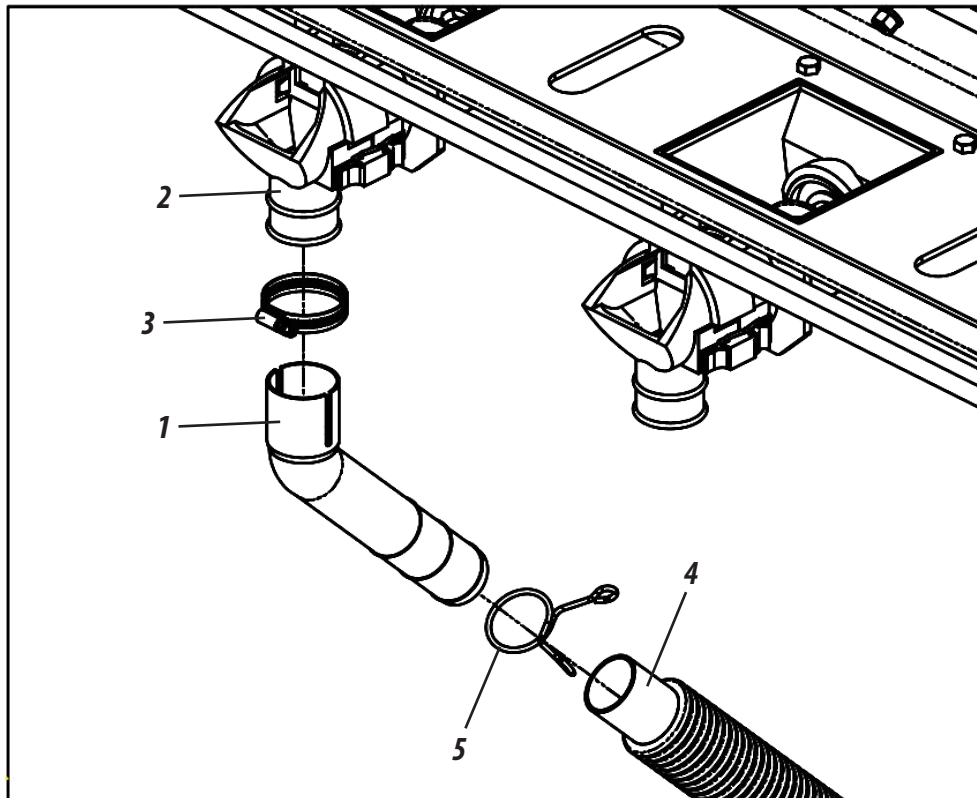

Figura 38
Para transportar el abono desde el distribuidor hasta el suelo, coloque las boquillas en grado (1) en las salidas del conductor fertisystem (2) a través de los cierres (3). Entonces coloque las mangueras (4) en los caños en grado (1) a través de los bucles (5), **como se muestra en la figura 38.**